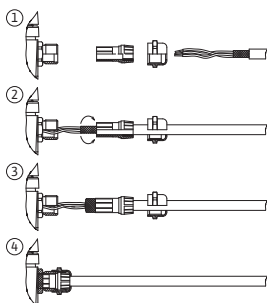

Fig. 25: Gnybtų ekranavimas
Elektronikos moduliams ekranas jungiamas prie kabelio įvado. Žr. Fig. 25.
Skaitmeninių jėjimų, analoginių jėjimų ir magistralės ryšio kabeliai turi būti ekranuojami kabelio įvado metaline sriegine jungtimi (Fig. 19, poz. 4, 5 ir 6). Ekranavimą žr. Fig. 25.
1. Atsargiai įrankiu (Fig. 25) nuimkite spragtukinį kabliuką (pvz., atsuktuvu).